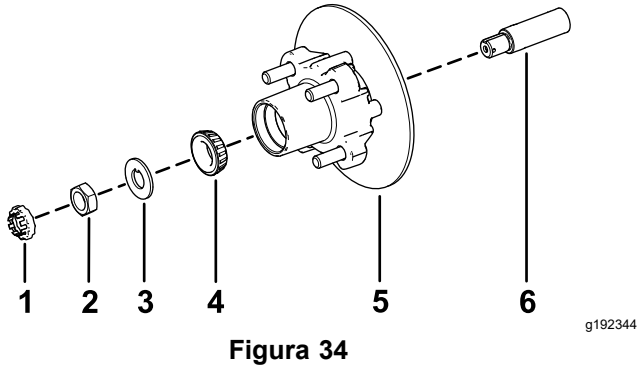

Figura 34
1. Aplique una ligera capa de grasa del tipo especificado en el eje (Figura 34).
2. Monte el cubo y el rotor en el eje con el rotor hacia dentro (Figura 34).
3. Monte el cojinete exterior en la mangueta y acople el cojinete al anillo de rodadura exterior (Figura 34).
4. Monte la arandela con pestaña en la mangueta (Figura 34).
5. Enrosque la tuerca en el eje y apriete la tuerca a 15 N·m (11 pulgadas-libra), girando el cubo para asentar el cojinete (Figura 34).
2. Alinee las pastillas de freno en cada lado del rotor (Figura 30) y los taladros del soporte de la pinza con los taladros de montaje del freno de la mangueta (Figura 34).